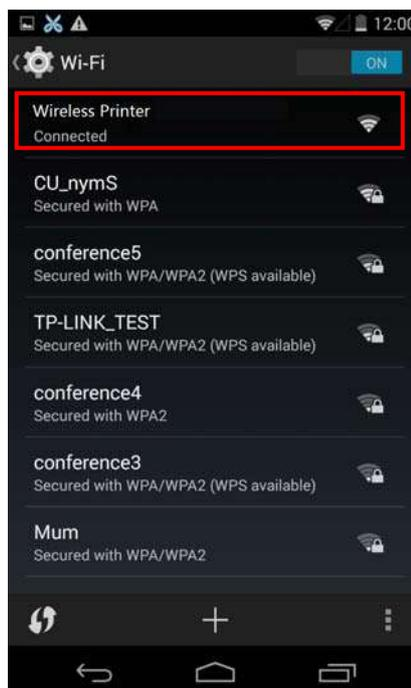

Figura 20
2.3 Encienda la función Wi-Fi y seleccione el portal “Wireless Printer” (figura 20)